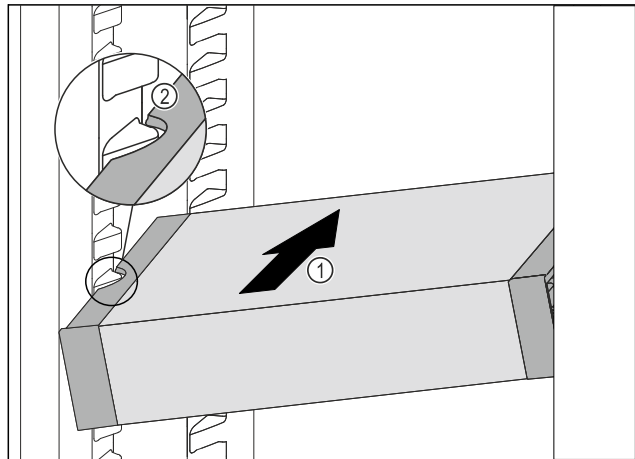

Fig. 112
- ▶ Вставити висувний ящик VarioSafe під кутом в охолоджувальне відділення Fig. 112 (1), доки бокові поглиблення Fig. 112 (2) VarioSafe не будуть розташовуватися на рівні ребра для ємності в охолоджувальному відділенні.